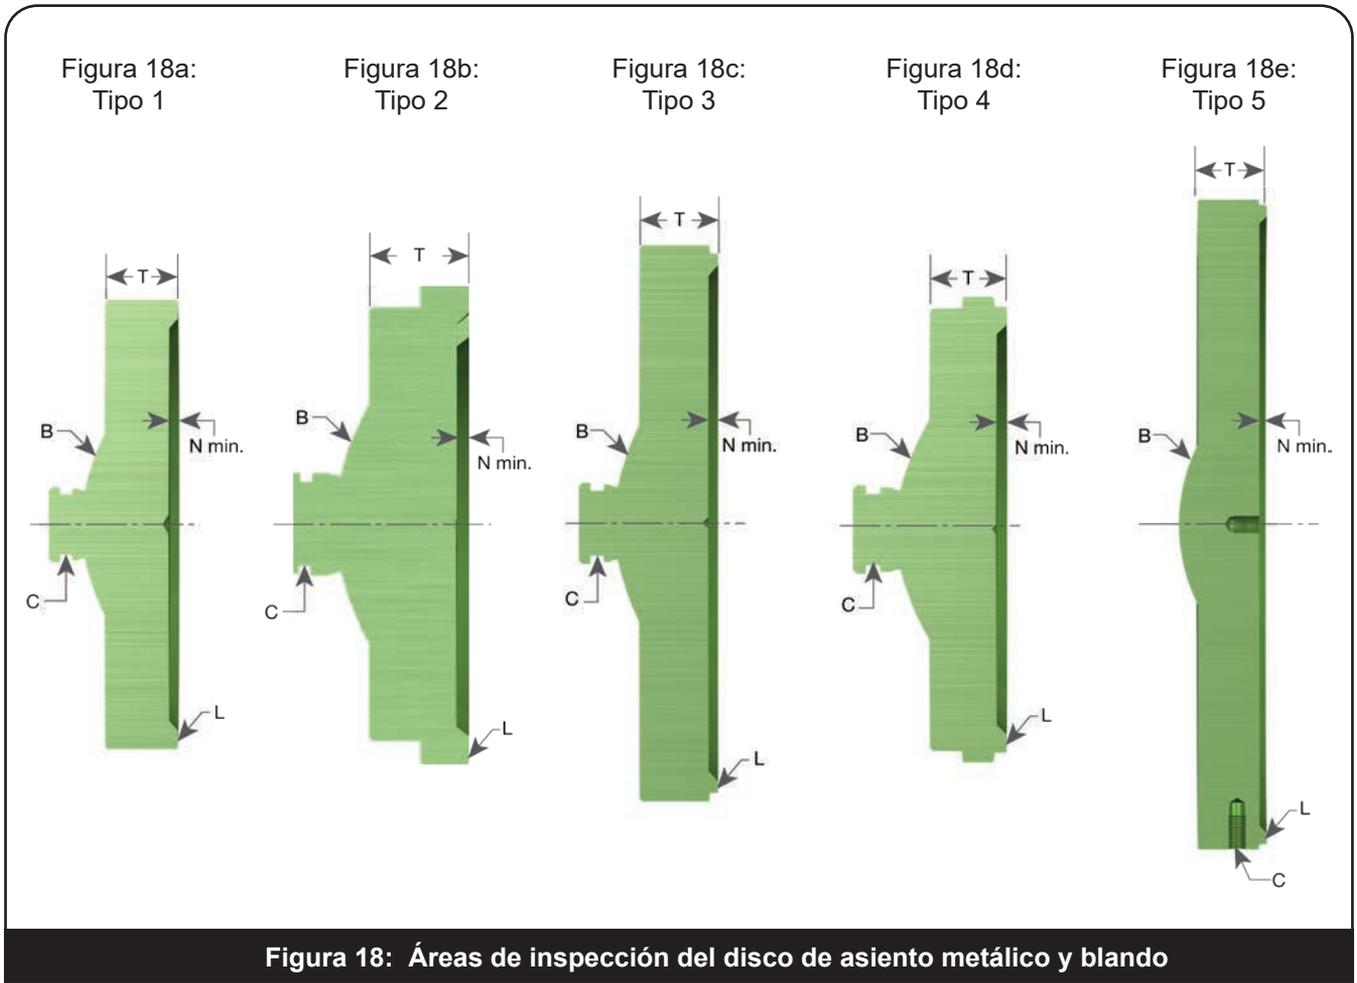

Figura 18: Áreas de inspección del disco de asiento metálico y blando
7. Disco de asiento metálico estándar: Este disco (Figura 18) se puede mecanizar hasta que la dimensión T se reduzca al mínimo, como se indica en la Tabla 5. La dimensión N mínima también debe mantenerse.